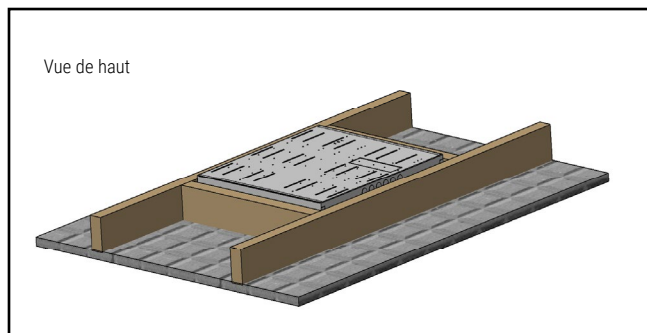

Figure 9
4. Assemblage du DFVR fini (Figure 9).